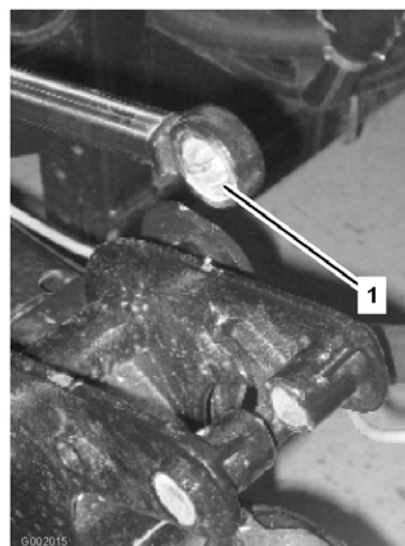

Figure 42
5. Manipulez le côté roulement de la tige d'actionneur et appliquez de la graisse dans le roulement (Figure 42). Essuyez tout excès de graisse.